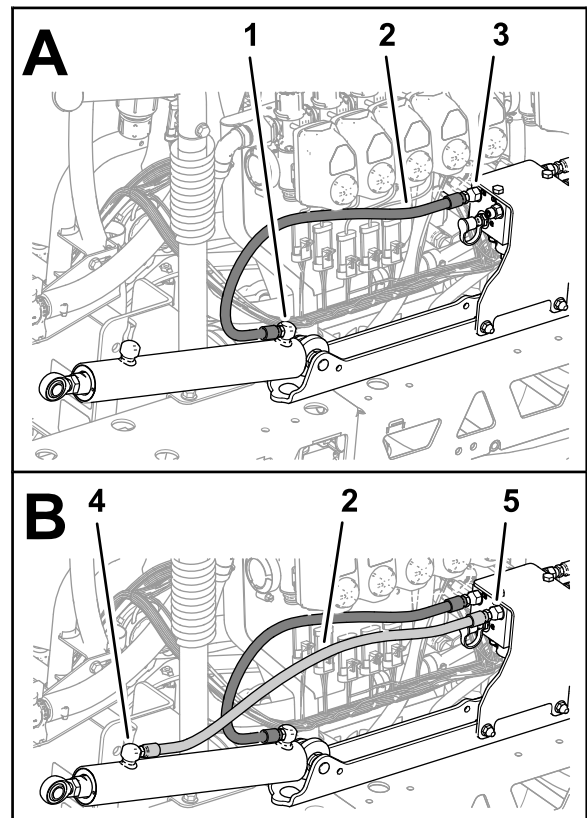
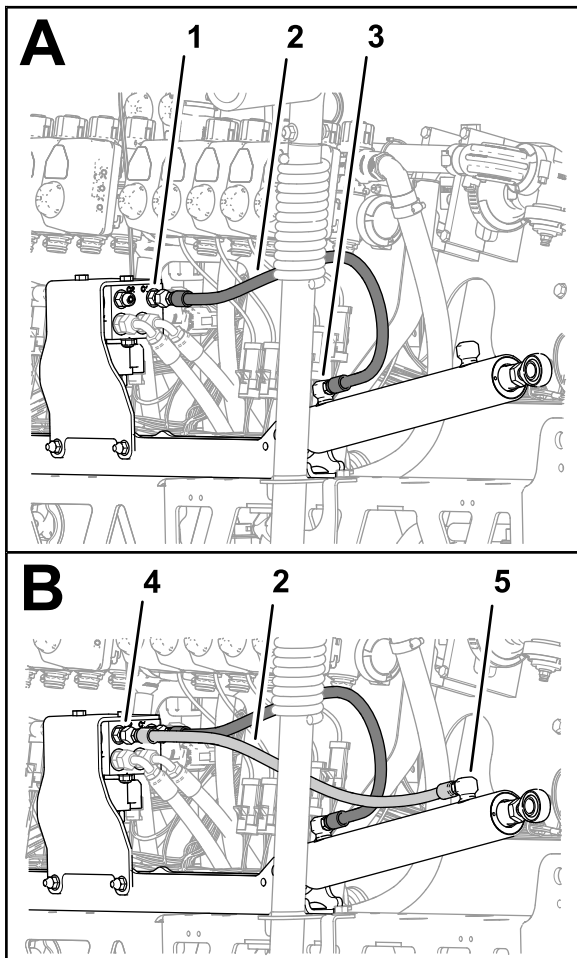

Bild 118
Bild 119
1. Montieren Sie einen neuen Hydraulikschlauch (1/4" x 24-3/4") lose zwischen dem Ausfahranschluss des linken Auslegerhubzylinders und Anschluss C3 des Auslegerhubverteilers (Bild 118).
2. Montieren Sie einen neuen Hydraulikschlauch (1/4" x 24-3/4") lose zwischen dem Rückzuganschluss des linken Auslegerhubzylinders und Anschluss C4 des Auslegerhubverteilers (Bild 118).
3. Montieren Sie einen neuen Hydraulikschlauch (1/4" x 24-3/4") lose zwischen dem Ausfahranschluss des rechten Auslegerhubzylinders und Anschluss C1 des Auslegerhubverteilers (Bild 119).
- Montieren Sie einen neuen Hydraulikschlauch (1/4" x 24-3/4") lose zwischen dem Rückzuganschluss des rechten Auslegerhubzylinders und Anschluss C2 des Auslegerhubverteilers (Bild 119).
- Ziehen Sie die Schlauchanschlussstücke an den Ausfahr- und Rückzuganschlüssen der Hubzylinder (Bild 118 und Bild 119) bis auf 21-26 Nm an.
- Ziehen Sie die Überwurfmutter der Schläuche am Auslegerhubverteiler (Bild 118 und Bild 119) bis auf 24-30 Nm an.